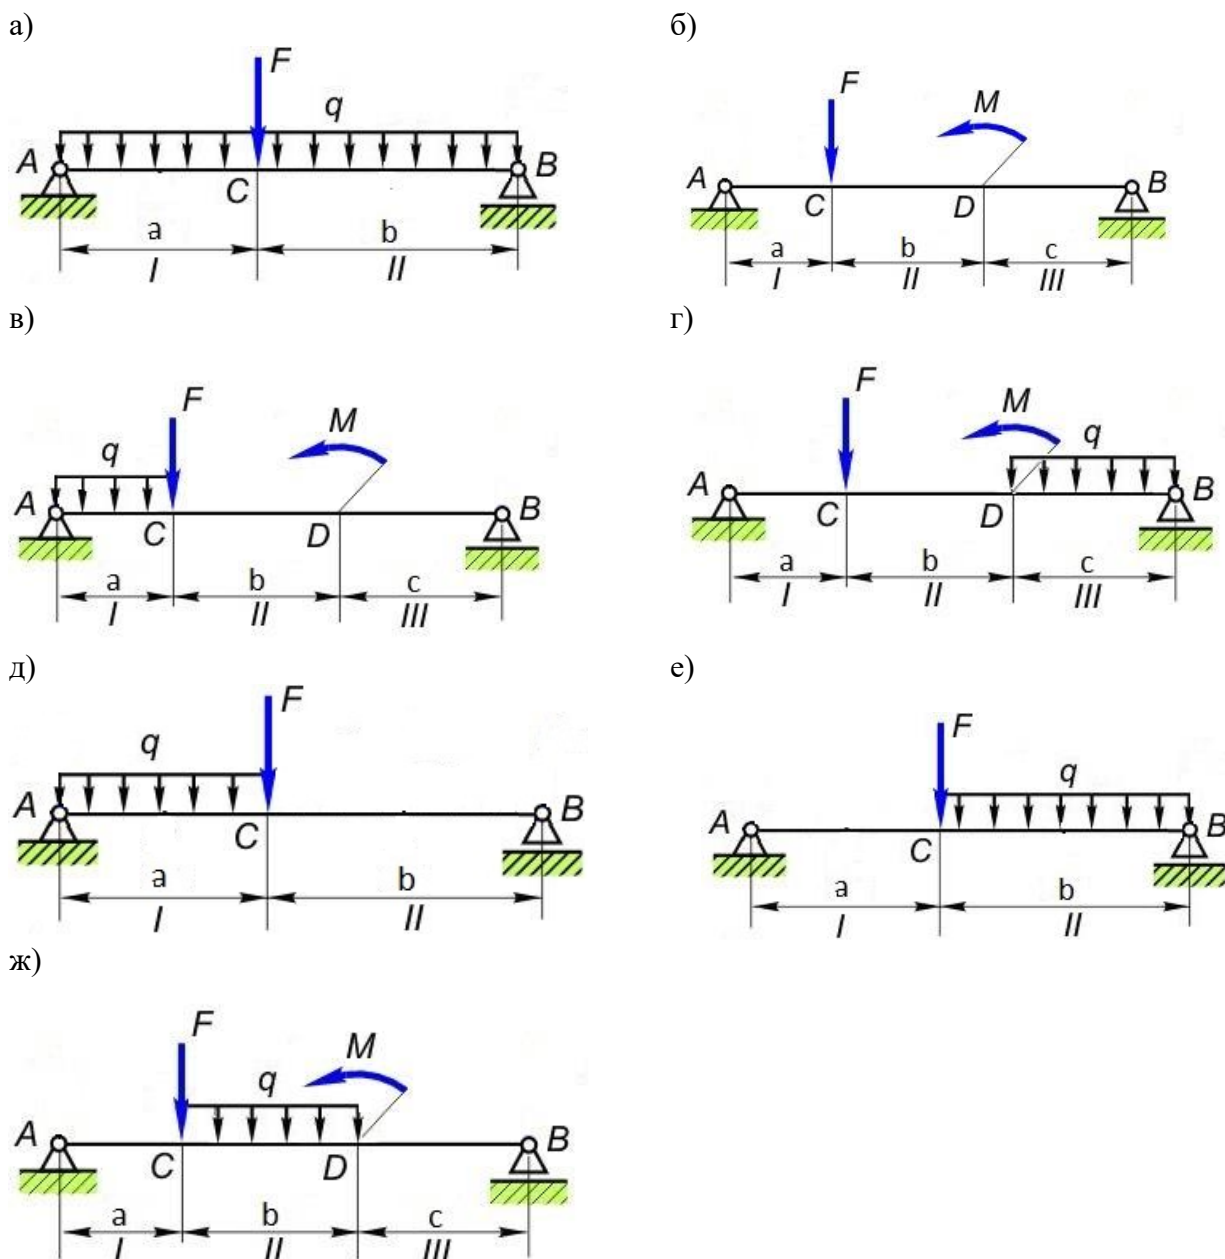

Рис. 1 Расчётная схема
**Исходные данные:** Построить эпюры  $Q_y$  и  $M_z$  для двухопорной балки, нагруженной, как показано на рис. 1. Исходные данные выбрать согласно таблице.